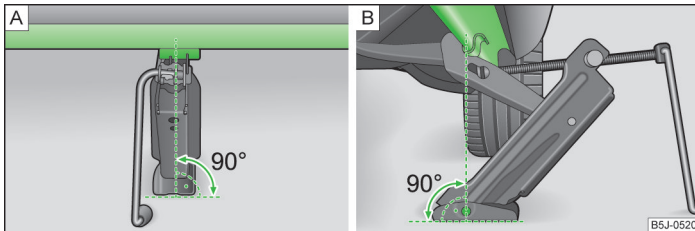

Abb. 142 Wagenheber ansetzen
- Den Wagenheber so ansetzen, dass die Klaue den Steg » Abb. 142 - B unter der Einprägung in der Seitenfläche des Unterholms umfasst.
- Sicherstellen, dass die Grundplatte des Wagenhebers mit ihrer gesamten Fläche auf einem geraden Untergrund steht und sich in senkrechter Position » Abb. 142 zur Stelle, an der die Klaue den Steg umfasst, befindet.